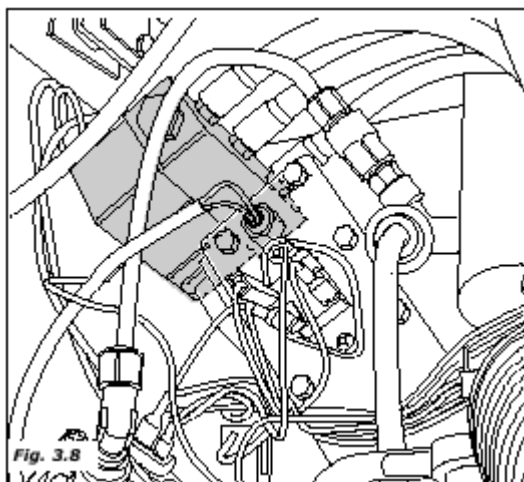

Fig. 3.8
- включается электромагнитный клапан, прикрепленный к бойлеру для кофе, чтобы подать в смеситель нужное количество воды (рис. 3.8)